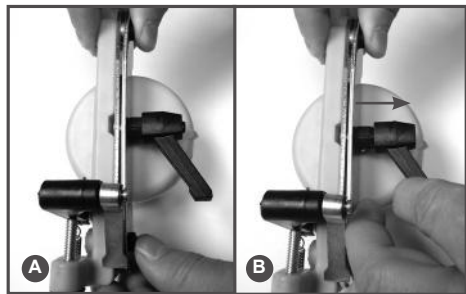

Рис. 13 Положение зажимной ручки
1. Ослабьте зажимную ручку направляющей шины. Если ручка упирается в суппорт, то оттяните ручку вправо (Рис. 13В) и переустановите. Это нужно, чтобы обеспечить необходимую ширину паза шины для установки ведущих звеньев цепи в шину.